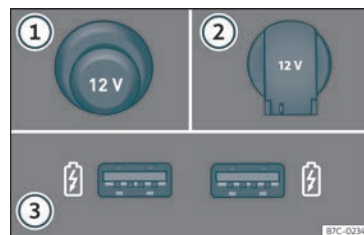

Fig. 120 Tomada de corrente de 12 Volts do veículo
Tomadas de corrente de 12 Volts >>> **Fig. 120**:
- Retire a tampa que se encontra na consola central da tomada de corrente >>> **Fig. 120**
①.
- Levante a tampa da tomada de corrente >>> **Fig. 120** ②.
Estas entradas USB encontram-se na parte posterior da consola, entre os bancos dianteiros >>> **Fig. 120** ③. Estes conectores podem trabalhar a uma potência máxima de até 10,5 W por porta.